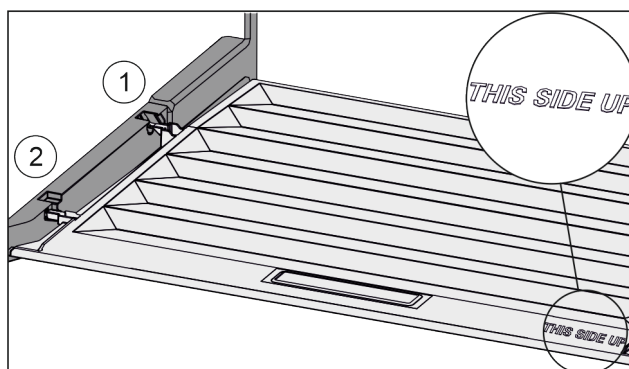

Fig. 46
- ▶ Introduire les rainures du couvercle par l'orifice du support arrière Fig. 46 (1) et les enclencher à l'avant dans le support Fig. 46 (2).